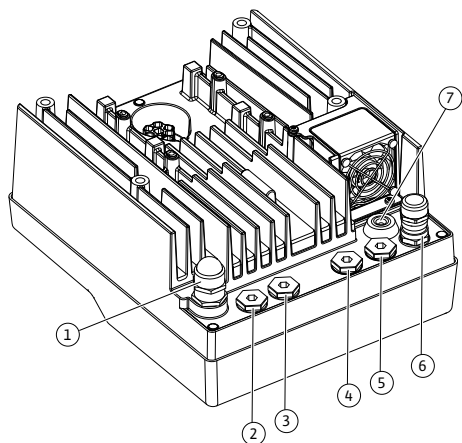

Fig. 18: Dławik przewodu/przepusty kablowe
4. Kabel zasilający należy przeprowadzić przez dławik przewodu M25 (Fig. 18, poz. 1). Dławiki przewodu dokręcić wyznaczonym momentem obrotowym.